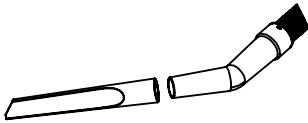

Fig. 10 – Conexão do bocal para cantos na mangueira
- Monte o bocal para cantos na mangueira (Fig. 10).